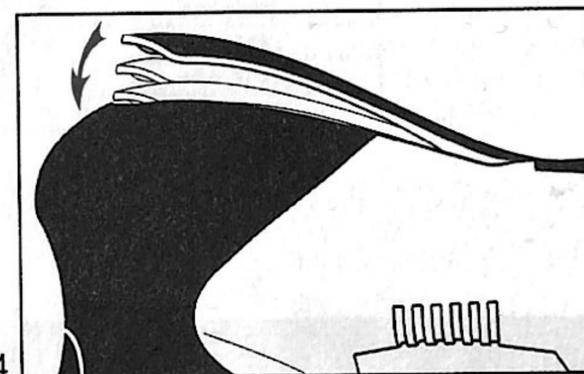

рисунок 4
2. Промежуточные скорости между нулем (0) об./мин. и установленной максимальной скоростью могут использоваться при промежуточных положениях рычага – см. Рисунок 4.